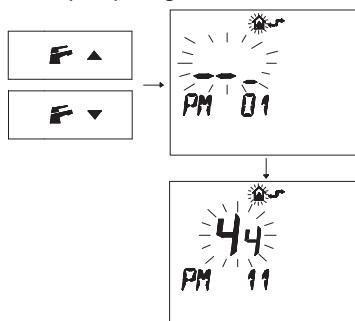

Figura 5.47
- Premere i pulsanti **F**▲ o **F**▼ per visualizzare la programmazione "PM11" della postcircolazione pompa (Figura 5.47).